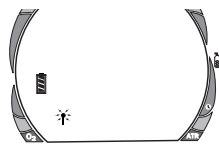

Fig. 9B - Batterie Indicator
- Bei Betrieb mit Sender wird dann 3 Sekunden lang der Batteriestatus des Senders angezeigt (Abb. 9B).